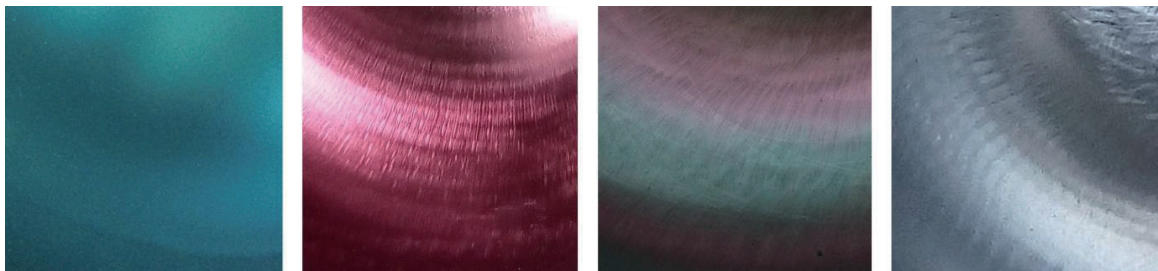

图 3 不锈钢材质上硅烷化镀膜的颜色：从左到右依次为蓝色、紫红色、彩虹色、和银白色
- 颜色鲜艳性。惰硅层本身无色，但镀膜的覆盖使工件表面有了多层反射光，相互干扰衍射呈现出不同于工件本身的各种鲜艳色彩。镀膜颜色与工件本身材质和镀膜厚度等因素有关。不锈钢材质上，常见镀膜颜色为深蓝色、紫红色、彩虹色、和银白色 (图 3)。硅烷化镀膜的颜色与在不锈钢上刷油漆或通过化学着色形成的颜色有着显著不同。刷油漆而成的颜色肉眼看到的是油漆的色彩，无金属光泽。化学着色形成的颜色是金属表面的氧化物的颜色，无透明性，常因其颜色过于鲜艳而失去的不锈钢本身的金属质感底色。而硅烷化镀膜的颜色，是一种独特的半透明状的带强烈金属质感的颜色。另外，镀膜层的颜色由于紧密沉积于底材表面，不会随热胀冷缩或者机械弯折而脱落。